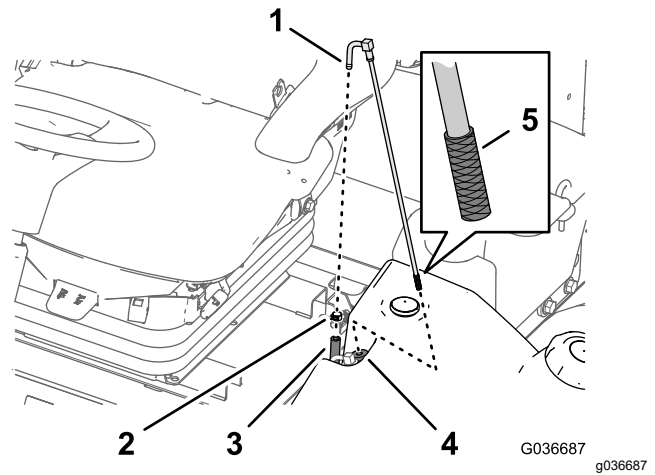

Bild 65
2. Schließen Sie den Schlauch vom Anschlusstück ab (Bild 65).
3. Nehmen Sie den Kraftstoffansaugschlauch vom Kraftstofftank ab (Bild 65).
4. Reinigen Sie das Sieb am Ende des Kraftstoffansaugschlauchs (Bild 65).
5. Stecken Sie den Kraftstoffansaugschlauch durch die Gummibüchse in den Kraftstofftank (Bild 65).
1. Entfernen Sie die Schlauchklemme, mit der der Kraftstoffzulaufschlauch am Anschlusstück des Kraftstoffansaugschlauchs befestigt ist (Bild 65).